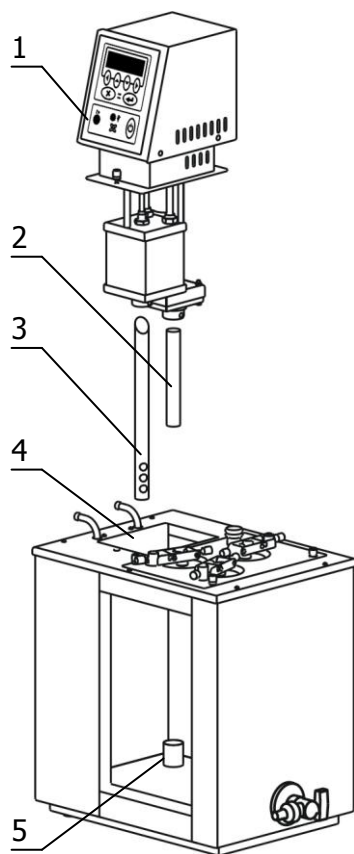

Рисунок 3 — Установка блока регулирования
2.2.3 Во входной патрубок блока регулирования вставить входную трубку 2 (рисунок 3) на 15 мм и зафиксировать винтом.